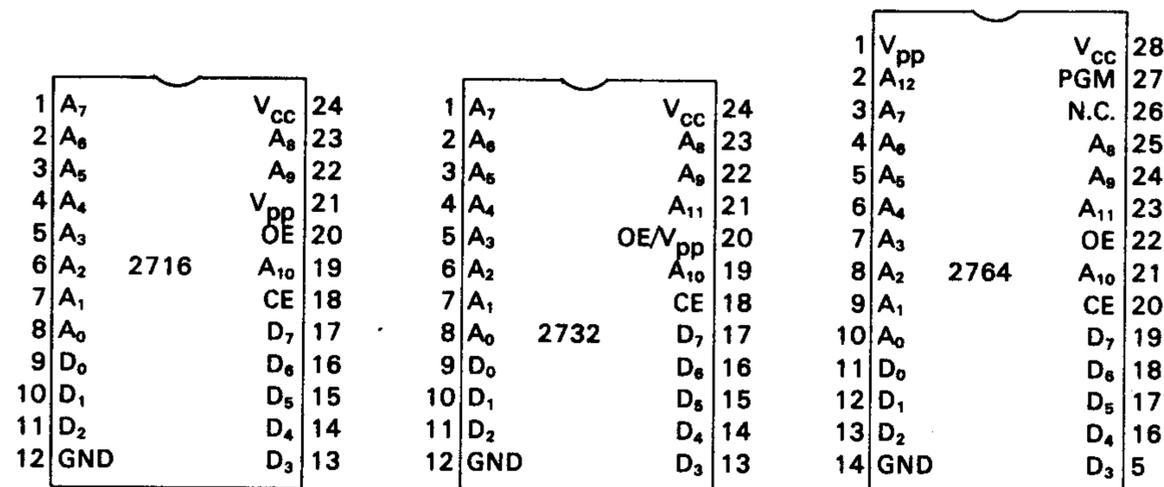

Fig. 2.14. — Brochage des EPROM.
- PB5 est connecté sur la broche 21 du support. Si on veut lire une 2732, il se comporte comme le bit d'adresse A11. Si on veut lire une 2716, il est alors connecté sur la broche Vpp comme le montre la figure 2.14. Il faut le figer à 1 dans ce cas c'est-à-dire mettre le bit n° 5 à 1 ( $2^5 = 32$ ).